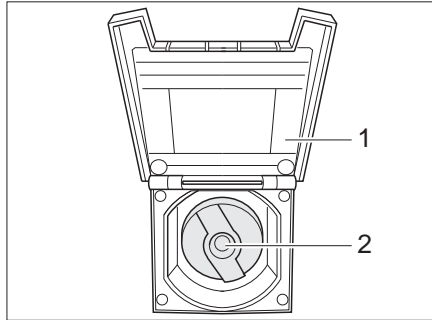

Fig. 248 Couvercle de fermeture pour bec de remplissage d'eau potable
- Ouvrir le clapet de fermeture (Fig. 248,1) vers le bec de remplissage d'eau potable.
- Insérer la clé dans le barillet (Fig. 248,2) et la tourner d'un quart de tour dans le sens inverse des aiguilles d'une montre.
- Ouvrir le bec de remplissage d'eau potable (Fig. 248).